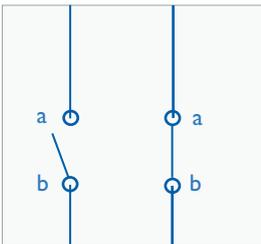

Bild 1. Ein-/Ausschalter
- zwei Anschlüsse: ,a' und ,b' – siehe Bild 1